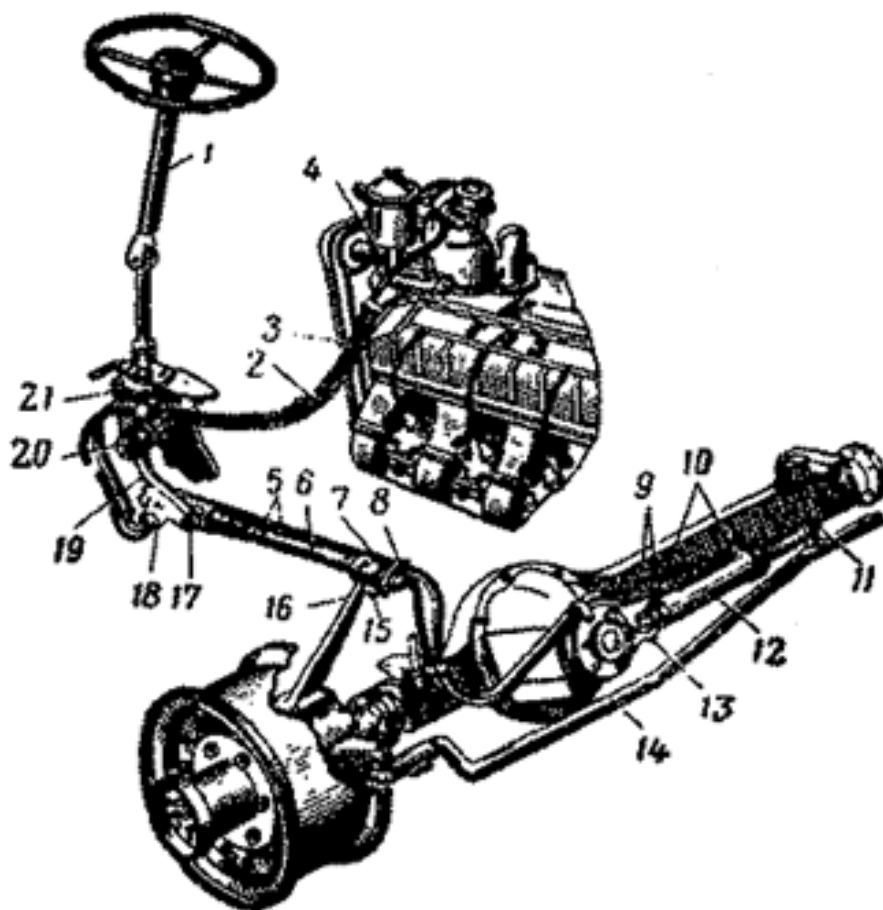

Рис. 2.17. Гидроусилитель рулевого управления:
4. Отвернуть гайку 20 (рис. 2.17) вала сошки 19 рулевого управления, снять шайбу и спрессовать сошку рулевого управления с вала	Ключ 32×36 , съемник универсальный $5803-02/№1$
<p>46. Затянуть гайки крепления колеса</p> <p>47. Установить трубку подвода воздуха к передним колесам, ввернуть соединительные гайки в корпус воздушного крана и крышку ведущего фланца</p> <p>48. Установить защитный кожух трубки подвода воздуха к передним колесам и закрепить болтами с пружинными шайбами</p> <p>49. Надеть подножку на шпильки крепления ведущего фланца, навернуть гайки с пружинными шайбами</p> <p>50. Повторить переходы 46–49 для другого колеса</p> <p>51. Откинуть кабину вперед и поставить ее на упор</p> <p>52. Установить тройник трубок к передним тормозам в сборе с гибким шлангом на кронштейн крепления и закрепить болтом с гайкой и пружинной шайбой. Подсоединить трубопроводы передних тормозов к тройнику</p> <p>53. Отсоединить тройник подвода воздуха от кронштейна и навернуть тройник на гибкий шланг. Установить тройник в сборе с гибким шлангом на кронштейн крепления и закрепить болтом с гайкой и пружинной шайбой</p> <p>54. Подсоединить трубопроводы к тройнику и двойнику подвода воздуха</p> <p>55. Вынуть трубки из трубопроводов 9 (рис. 2.17) и муфт 10 силового цилиндра и подсоединить трубопроводы 9 к муфтам 10</p> <p>56. Отвернуть болт крепления передней крышки картера переднего моста, пропустить болт в отверстие хомута крепления шлангов гидроусилителя руля, ввернуть болт с пружинной шайбой на место и закрепить хомут со шлангом к картеру редуктора</p> <p>57. Установить кронштейн крепления шлангов гидроусилителя руля на стремянку рессоры и закрепить болтом с пружинной шайбой</p> <p>58. Удалить пробки из трубок и клапана управления и подсоединить трубопроводы к клапану управления</p> <p>59. Установить хомут крепления шлангов гидроусилителя руля на продольную рулевую тягу и закрепить болтом с гайкой и пружинной шайбой</p> <p>60. Установить сошку рулевого управления в сборе с продольной рулевой тягой на вал сошки и навернуть гайку с пружинной шайбой. Открытую поверхность вала сошки смазать смазкой УС-2</p>	<p>Ключ 66-3901078 для гаек колес 38 × 24, лопатка монтажная</p> <p>Ключ 12 × 14</p> <p>Ключ 12 × 14</p> <p>Ключ накидной 19 × 22</p> <p>Ключи 12 × 14, 14 × 17</p> <p>Ключи 12 × 14, 14 × 17, 17 × 19</p> <p>Ключ 12 × 14</p> <p>Ключ 12 × 14</p> <p>Ключ 17 × 19</p> <p>Ключ 12 × 14</p> <p>Ключи 12 × 14, 14 × 17</p> <p>Ключи 9 × 11, 10 × 12</p> <p>Ключ 32 × 36, молоток АЗ, медная выколотка, посуда для смазки</p>
<p>66.3. Завернуть до отказа гайки болтов крепления наконечника 66.4. Затянуть гайки пальцев поперечной рулевой тяги и зашплинтовать 66.5. Ввести шток силового цилиндра в кронштейн поперечной рулевой тяги 14 (рис. 2.17) надеть на шток подушку, плоскую шайбу, навернуть гайку 11 и зашплинтовать</p>	<p>Ключи 12 × 14, 14 × 17 Ключ накидной 30, молоток АЗ, плоскогубцы 150 Ключ 17 × 19, молоток АЗ, плоскогубцы 150</p>